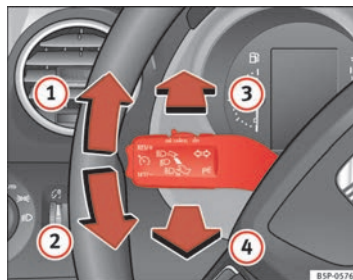

Abb. 78 Blinker- und Fernlichthebel
⇒ Seite 130, Abb. 78 ①, um **rechts** zu blinken bzw. nach unten
②, um **links** zu blinken.
- Drücken Sie den Hebel bei eingeschaltetem Abblendlicht nach vorne ⇒ Seite 130, Abb. 78 ③, um das Fernlicht einzuschalten.
- Ziehen Sie den Hebel zum Lenkrad ⇒ Seite 130, Abb. 78 ④, um das Fernlicht wieder auszuschalten.